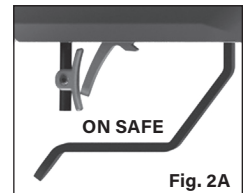

Fig. 2A
- Encuentre el seguro del arma de aire directamente enfrente del gatillo (Fig.2A).